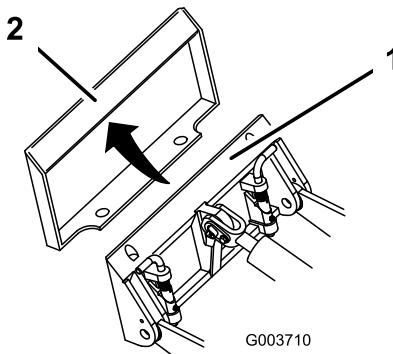

Figura 25
4. Posizionare la piastra di montaggio nel bordo superiore della piastra ricevente dell'attrezzo (Figura 25).